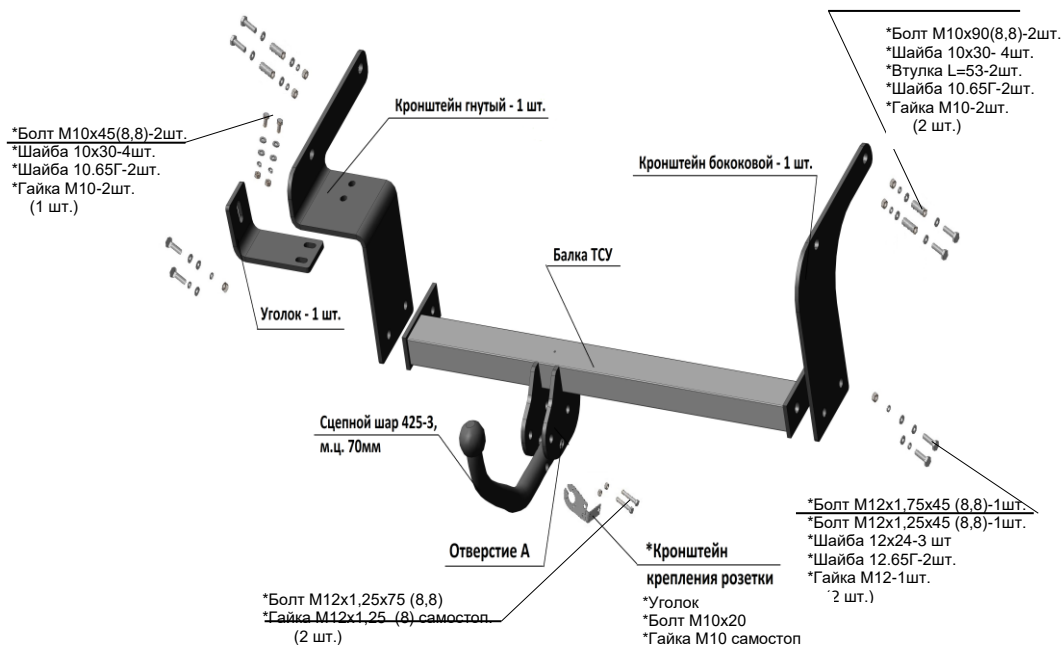

Рис.1 Тягово-сцепное устройство ТСУ 2041.
2.1 ТСУ 2041 в сборе (рис.1)	1 шт.
2.2 Пакет с комплектующими (см. рис.1)	1 шт.
4.3 Закрепить боковые кронштейны к боковым внешним полкам лонжеронов а/м болтами М10х90 и гайками М10 (болты ставить с внешних сторон лонжеронов соответственно рис.1), под головки болтов подложить шайбы 10х30, под гайки слева (по ходу а/м) подложить шайбы 10.65Г, справа под гайки подложить шайбы 10.65Г и шайбы 10х30. Внутри лонжеронов установить дистанционные втулки. Крепеж не затягивать.